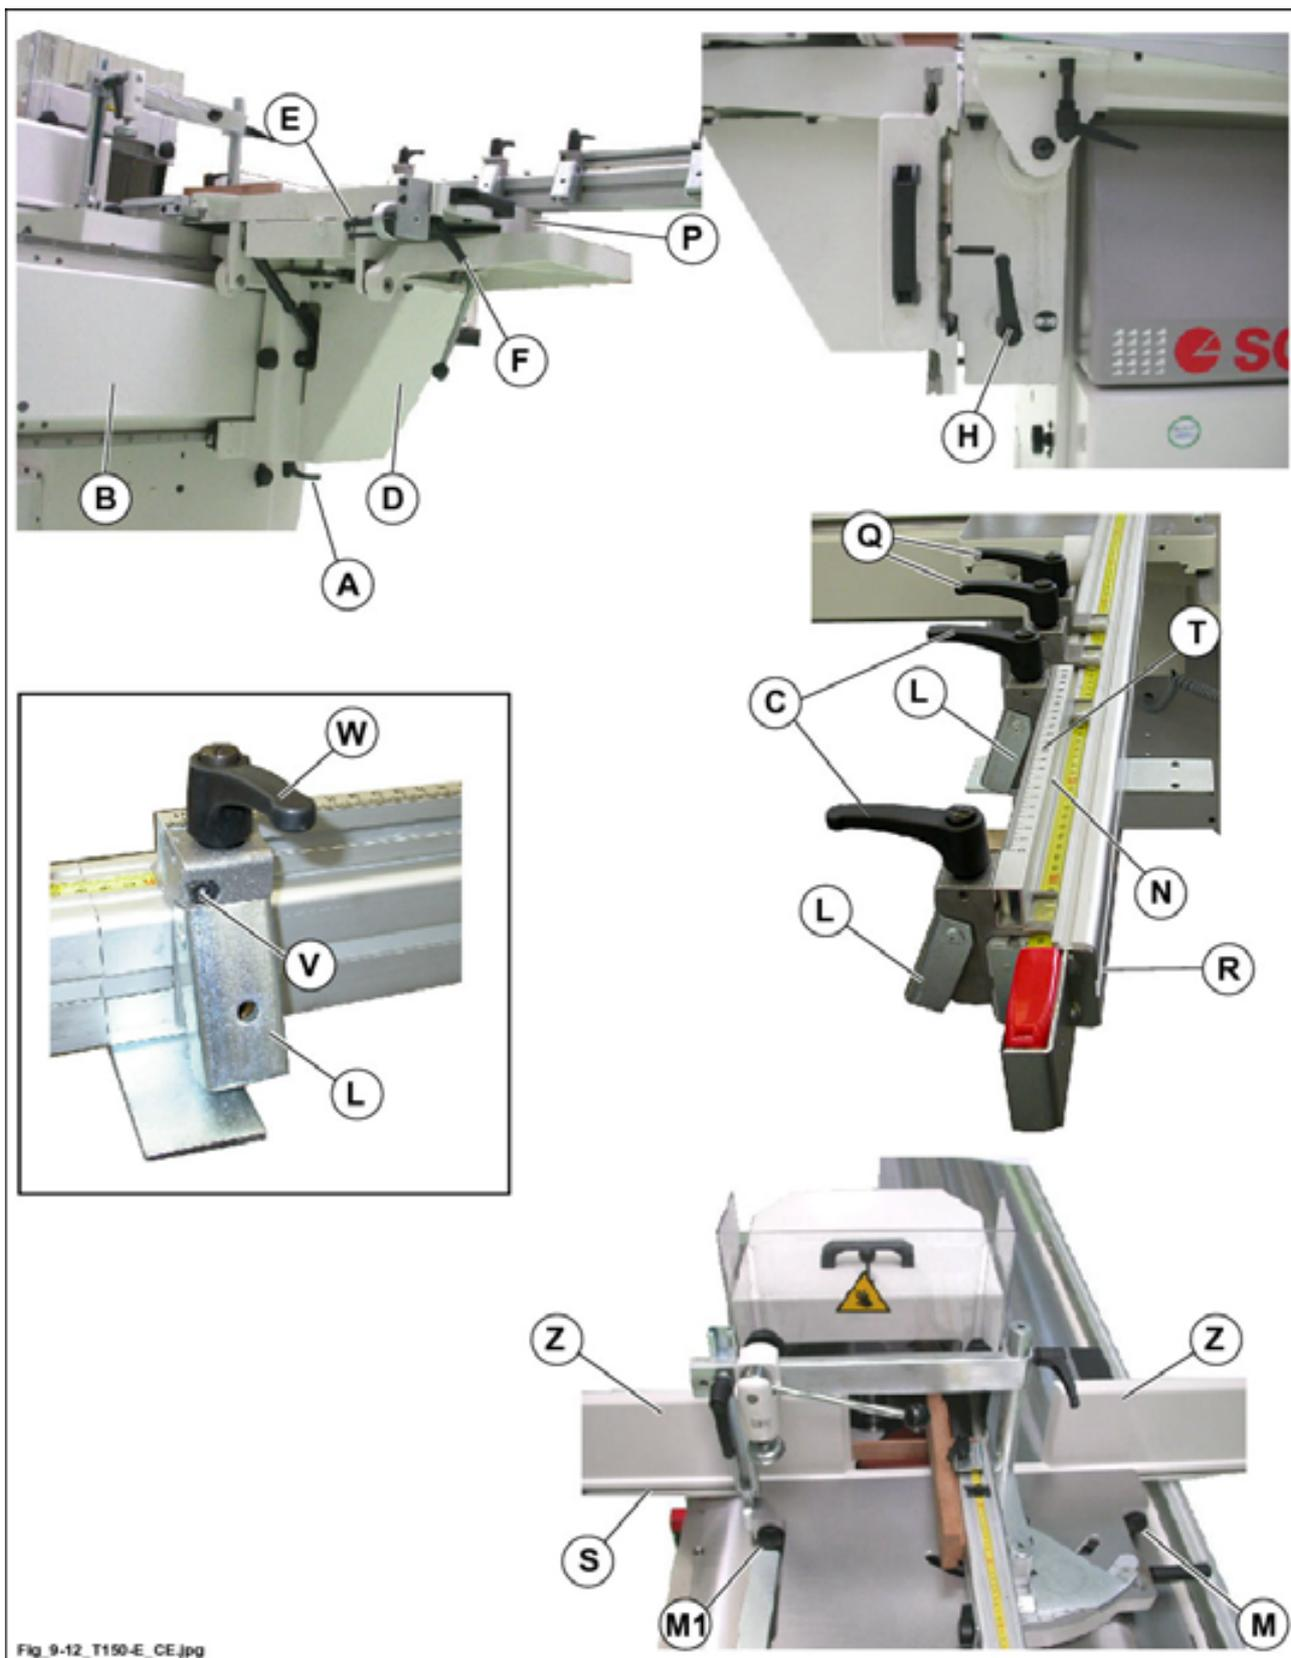

Fig. 9.12
Le chariot à tenonner (D fig. 9.12) est doté de:
- 1) une poignée (A fig. 9.12) qui bloque le coulissement du chariot sur la poutre (B fig. 9.12).
- 2) Une poignée (H fig. 9.12) qui bloque le coulissement de la poutre (B fig. 9.12).
- 3) Règle d'appui télescopique (R fig. 9.12) avec butées indépendantes (Q fig. 9.12).
- 4) Table pour tenonner (P fig. 9.12) munie de butée (E fig. 9.12) de fin de course chariot, (pour éviter le contact entre table et outil).
Le mouvement de la table se bloque avec le levier (F fig. 9.12).
- 5) Un tiroir (N fig. 9.12) avec deux butées programmables (L fig. 9.12), utile lorsque l'on usine des pièces de longueurs différentes.
- Chaque butée se déplace en desserrant les vis (V fig. 9.12) et les poignées (W fig. 9.12); lire la mesure sur la plaquette (T fig. 9.12).
- Le déplacement complet du tiroir se fait en desserrant les poignées (C fig. 9.12).
avant chaque usinage monter la hotte pour tenonner (voir par. 9.44), régler la protection pour bras (Z fig. 9.12) en la faisant coulisser dans la rainure (S fig. 9.12) et en la fixant en position en serrant les poignées (M1 et M fig. 9.12) de façon à ce que pendant la course prévue pour l'usinage l'outil soit couvert en entrée et en sortie.